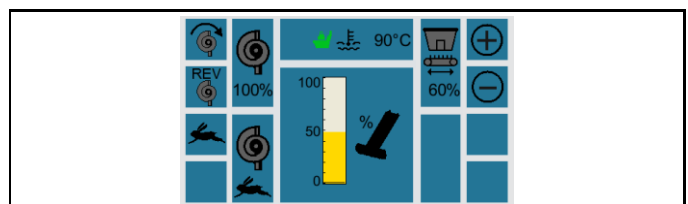

Abb. 5-42: Grundbild Füttern
1. Drehschalter (1) in Position "2" (Füttern) stellen.
→ Es erscheint das Grundbild "Füttern" (Abb. 5-42) auf dem Info- und Bedienterminal (2).
2. Über den Handgashebel (3) eine Motordrehzahl zwischen 800 - 2000 min⁻¹ für den Dieselmotor einstellen.